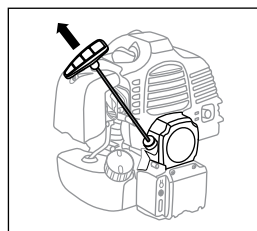

рис. 12
6. Запуск с помощью ручного стартера: придерживая триммер, плавно потяните рукоятку стартера до момента зацепления в механизме стартера. После чего энергично вытяните шнур на 50-60 см (рис. 12). Во избежание повреждения корпуса стартера не бросайте рукоятку стартера, плавно верните ее в исходное положение. Повторите данные действия 3-5 раз до первой вспышки топлива в двигателе. При этом двигатель заводиться не должен.